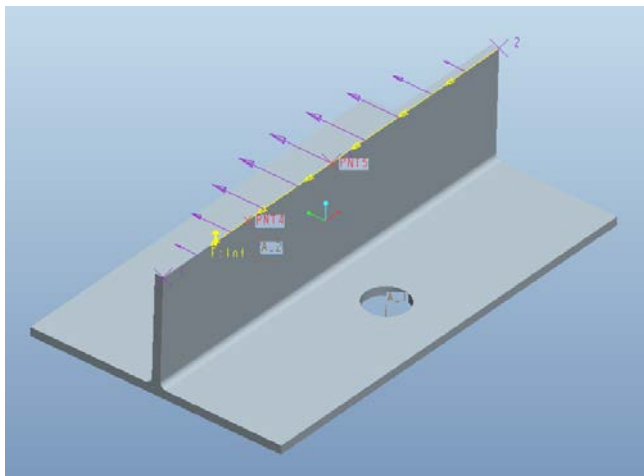

Рис. 17. Задание переменных нагрузок
- по точкам выставить распределение 0-0, 1-0, 3-1, нажать на кнопку «Предварительный просмотр», должно получиться как на рис. 17;